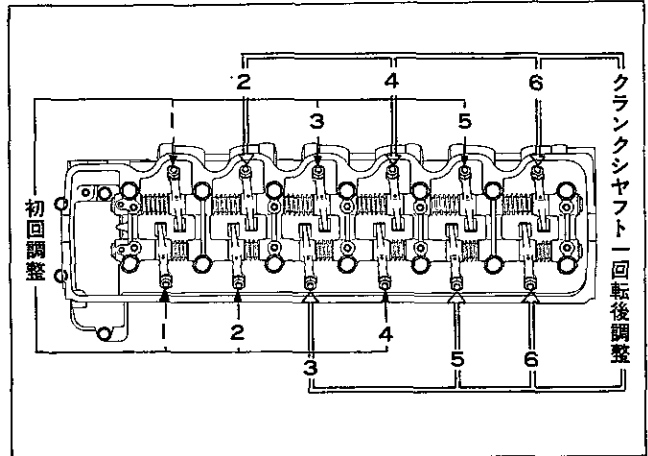

図2-1-7 バルブすき間調整
- 1 初回調整 No.1 シリンダ 圧縮上死点にて 図2-1-7 の IN 1, 2, 4
- 2 クランクシャフト1回転後, 図2-1-7 の IN 3, 5, 6